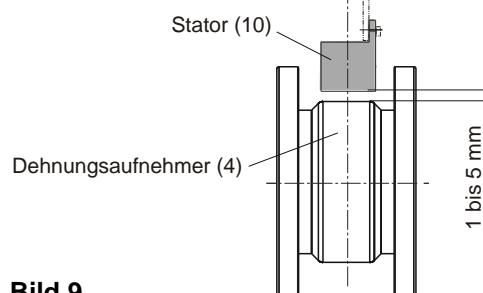

Bild 9
Der Stator (10) ist allseitig zuführbar und lediglich in seiner axialen und radialen Position relativ zum Dehnungsaufnehmer (4) auszurichten. Die axiale Position ist mittig zum Dehnungsaufnehmer (4); der radiale Abstand kann zwischen 1 mm und 5 mm betragen (Bild 9).